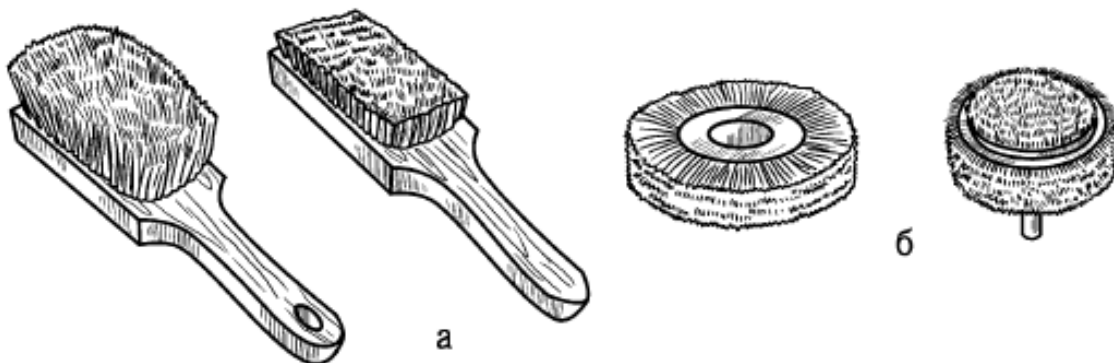

Рис. 26. Проволочные щетки: *а* – плоские; *б* – круглые
14. Щетка со стальным проволочным ворсом (рис. 26), с помощью которой выявляют текстуру древесины на изделии. Плоской щеткой можно работать вручную, круглую надевают на электроинструмент.